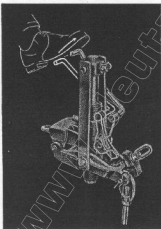

Abb. 22
2. Die Schwadstellung (Abb. 22).